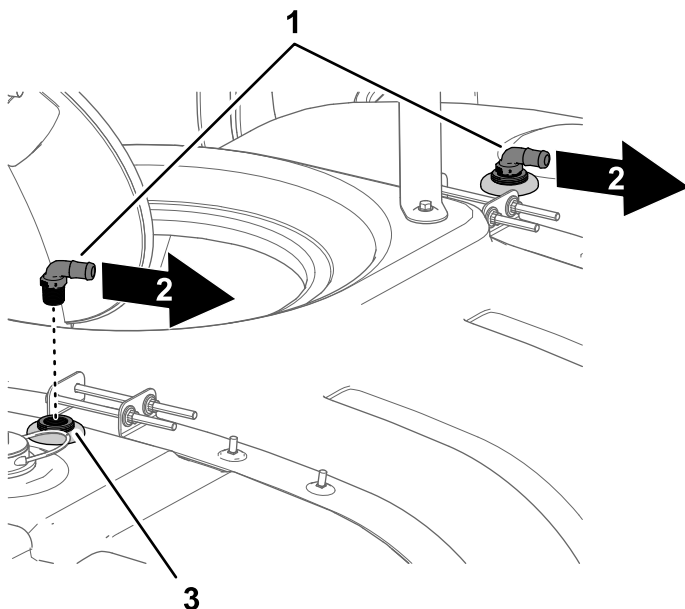

Figura 23
5. Instale as uniões de 90° nas uniões do anteparo dos conjuntos dos bicos de lavagem (Figura 23).
6. Alinhe a parte estriada das uniões a 90° com o lado direito da máquina (Figura 23).